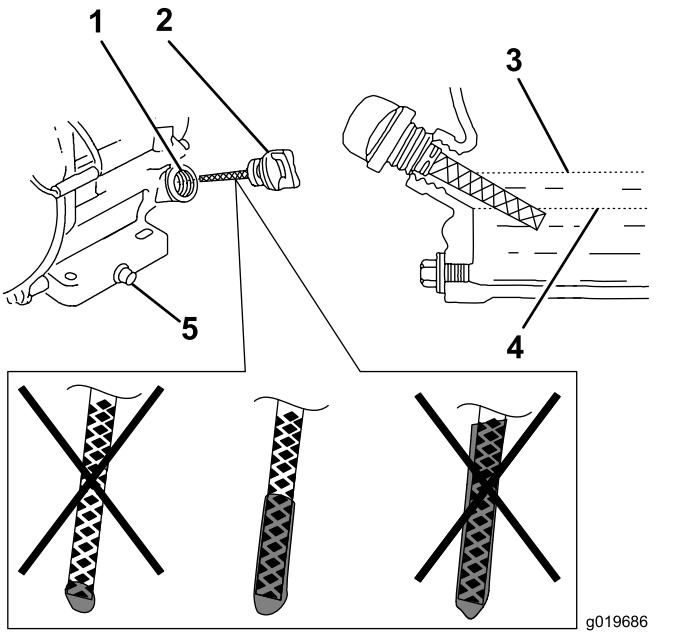

Figure 30
6. Ressortez la jauge et contrôlez le niveau d'huile moteur (Figure 30).